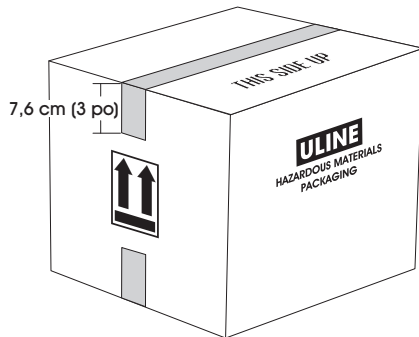

Figure 6
8. Scellez le dessus de la boîte le long de la jointure centrale à l'aide d'une bande de ruban adhésif en polypropylène (2 mil) de 5 cm (2 po) de largeur (n° de modèle Uline S-472). Le ruban adhésif doit dépasser de 7,6 cm (3 po) à chaque extrémité de la boîte. (Voir Figure 6)